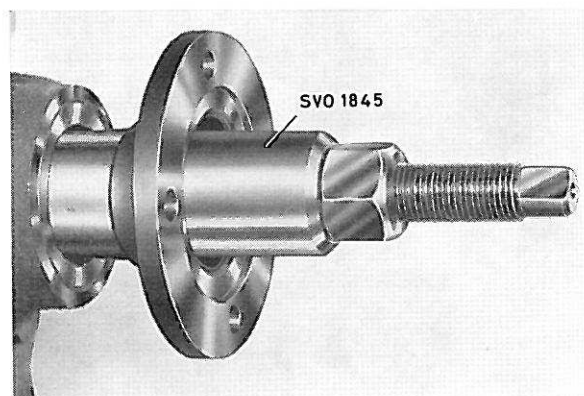

Figure 5. Remontage du flasque d'entraînement
4. Remonter le flasque d'entraînement en se servant de l'outil-presse 1845, figure 5. Remonter les autres pièces.